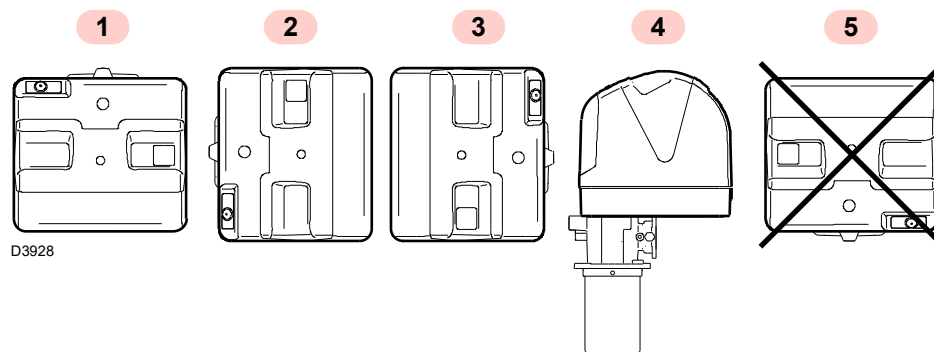

Рис. 12
- Горелка предназначена исключительно для работы в положениях 1, 2, 3 и 4 (Рис. 12).